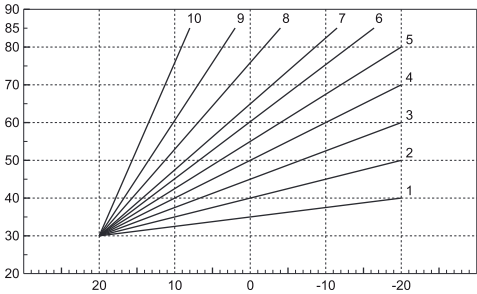

fig. 24 - Curve di compensazione
- **Curve:** selezionare questa voce e agire sui tasti "+" e "-" lato sanitario () per regolare la curva desiderata da 1 a 10. Regolando la curva a 0, la regolazione a temperatura scorrevole risulta disabilitata (vedi fig. 24 - Curve di compensazione).